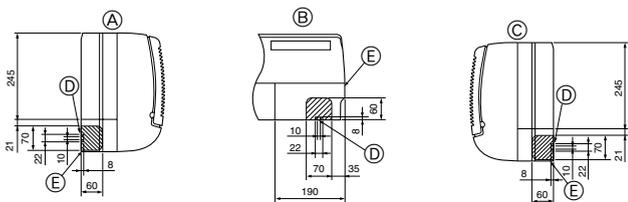

Fig. 4-3
② De plaats van de doordrukopeningen op het apparaat bepalen. (Fig. 4-3)